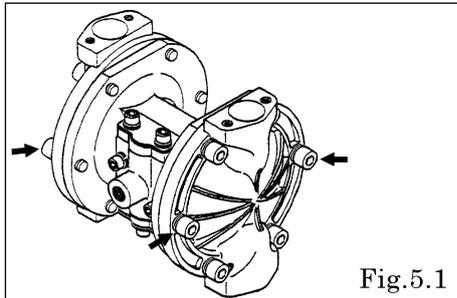

Fig.5.1
Vea [9.Vista despiezada] en la pág. 10 y siguientes. (Las Fig. 5.1 y 5.2 muestran DP-BA\_).
- Retire los 12 pernos retenedores de la cámara de salida y quítela. [Fig. 5.1]